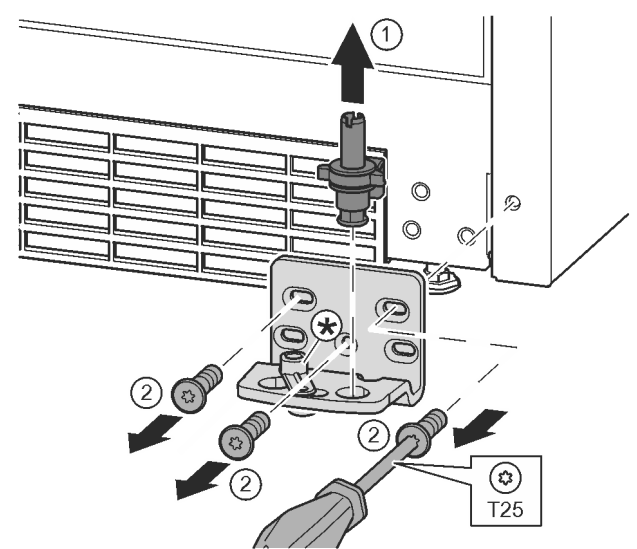

Fig. 16
- Kompletną płytkę zawiasu wyjąć w górę. Fig. 16 (1)
- Śruby wykręcić przy pomocy śrubokręta T25 i zdjąć płytkę zawiasu. Fig. 16 (2)